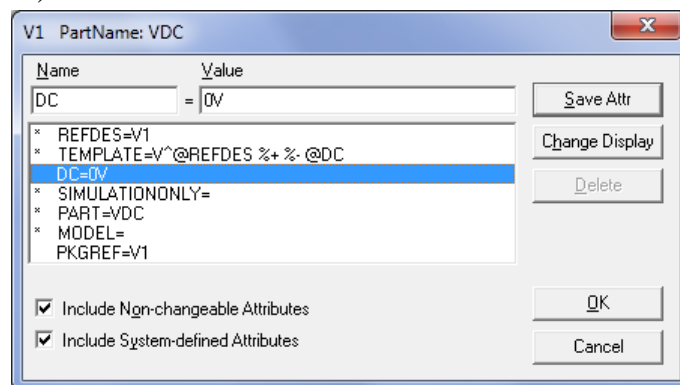

Рис. 12.15. Діалогове вікно атрибутів джерела напруги VDC після установки атрибуту DC=0V
27) Двічі натисніть мишею по символу джерела напруги, щоб відкрилося, діалогове вікно, в якому встановлюються атрибути джерела напруги (рис. 12.15).